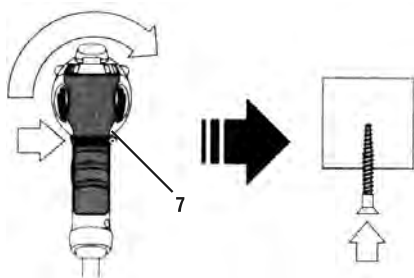

fig. 4 - sentido de rotação para a direita
Para reverter o sentido de rotação da parafusadeira primeiro é necessário que a mesma esteja com o motor completamente parado, caso contrário poderão ocorrer danos à ferramenta e estes não estarão cobertos pela garantia da mesma. Rotação no sentido horário (parafusar) mova o botão sentido de rotação (7) para a direita, conforme mostra a fig. 4.